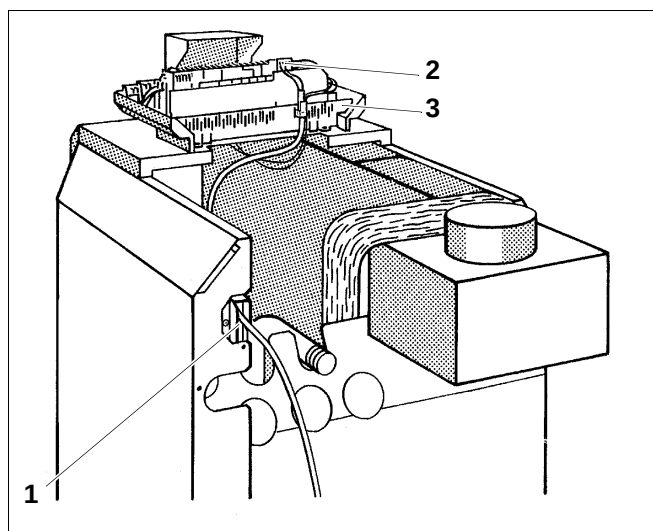

Fig. 20 Passage des câbles et connecteurs à fiches
- Amener les câbles de raccordement électriques et le câble de raccordement du dispositif de surveillance des fumées par l'arrière dans le passage des câbles (fig. 20, **pos. 1**) vers l'appareil de régulation.
- Effectuer les raccordements électriques au connecteurs à fiches de l'appareil de régulation selon le schéma électrique (fig. 20, **pos. 2**).
Légende pour fig. 20